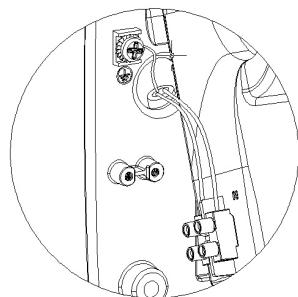

Рисунок 8
**4. Подсоединить оба фазовых провода (N и L) к колодке, а кабель заземления — к винту заземления (Класс I), как показано на рис. 8.**